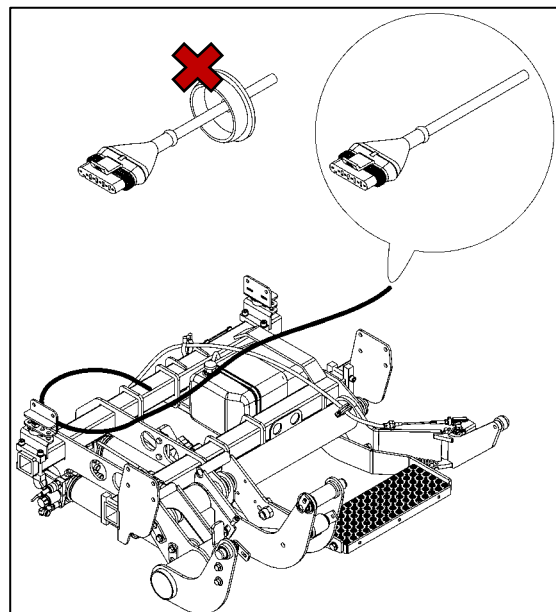

Abbildung 24
- Control Unit-Kabel für Anschluss Bedienpanel nach rechts in Fahrtrichtung verlegen (siehe Abbildung 24).